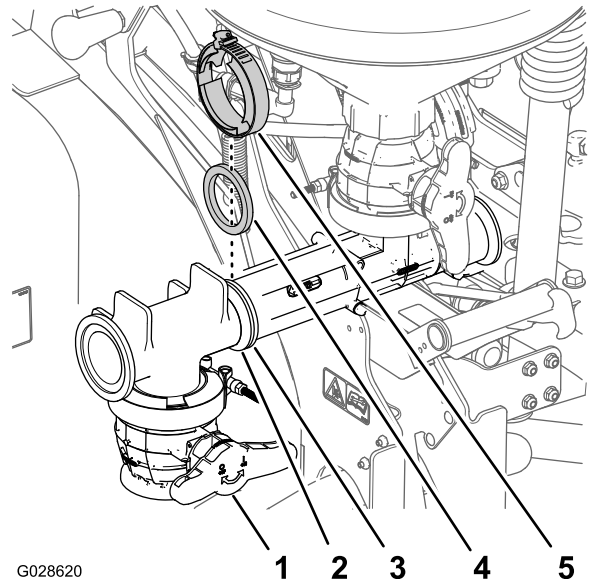

图 14
1. 将上 T 形接头的凸缘与清洁加药器的前凸缘对齐图 14。
2. 用垫片和法兰夹具固定清洁加药器的 T 形接头图 14。